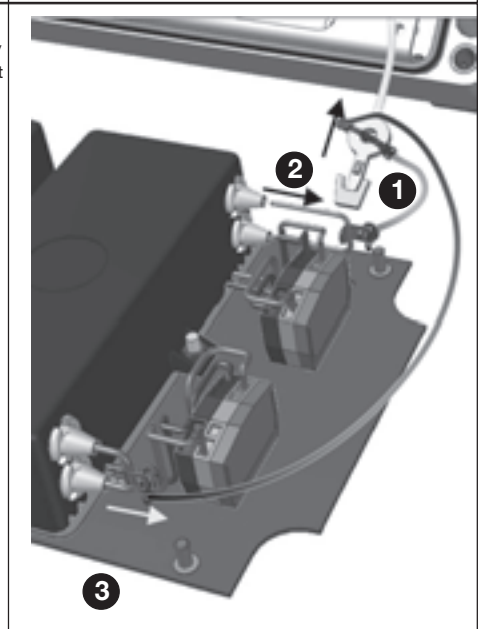

Bild 6/fig.6/Fig.6
Anschließend ist die Leiterkarte sowie die drei Leitungen von der Leiterkarte L, N und PE zu lösen (siehe Netzanschluss). Haken sie die Fallsicherung ① aus der Leiterkarte, entfernen sie die zwei Kurzschlussbrücken ② und ③ aus den Ex d-Steckkontakten und nehmen sie die ganze Leiterkarte aus der Leuchte (Bild 6).